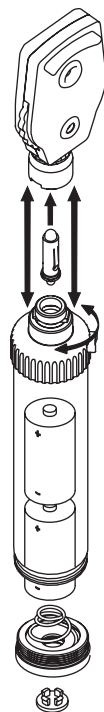

Fig. 2
Verificar periodicamente a condição da bateria, assegurando-se de que nenhum sinal de corrosão ou oxidação esteja presente, no caso de terem de ser substituídas, é altamente recomendável usar novas alcalinas. Para a substituição da bateria, ver fig.2.
Remover a cabeça do Oftalmoscópio conforme recomendado no procedimento de operação (Ver fig.2).
- Uma vez aberto, inserir as baterias com atenção para a direção dos pólos (ver fig.2).